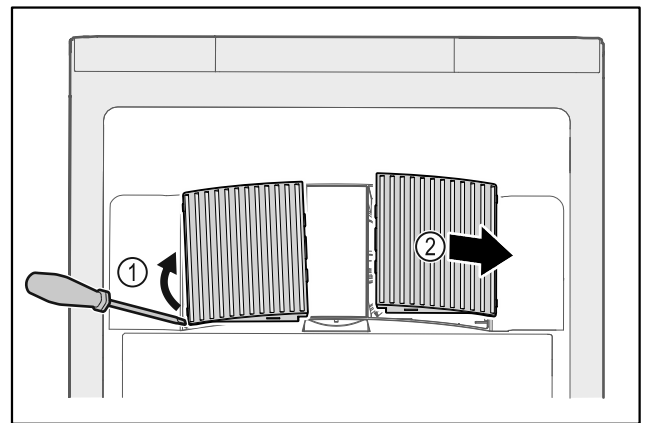

Fig. 105
- ▶ Väänä tuulettimen suojuksen varovasti sivulta pois paikaltaan Fig. 105 (1) ja poista suojuksen etukautta Fig. 105 (2).